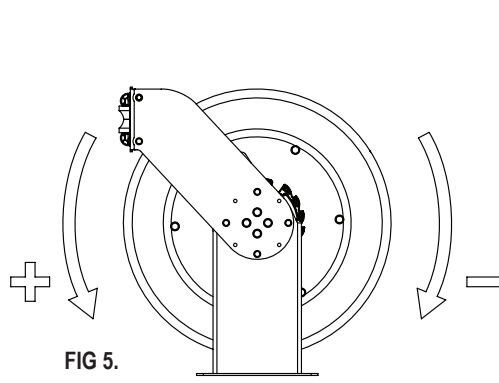

FIG 5.
6. Förspänn fjädern genom att snurra trumman (fig 5) de antal varv som visas nedan, vilket är beroende av modell och slanglängd:
3. Rotate the reel to either increase or decrease the spring tension (Fig 5).
3. Roter trumman för att antingen spärra eller släppa på fjäderns spänning (fig. 5).